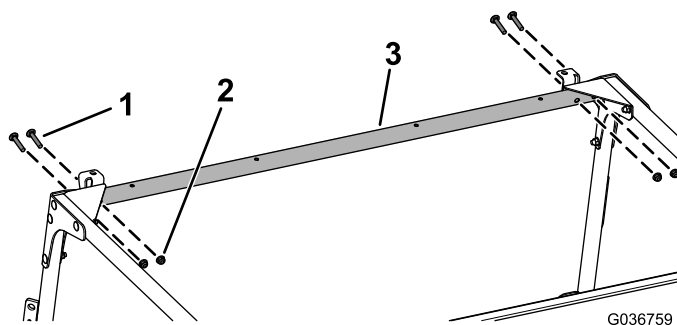

Рисунок 11
10. Установите, не затягивая, переднюю поперечину на передние пластины и угловые вставки, используя 4 каретных болта (5/16 x 1-3/4 дюйма) и 4 фланцевые гайки (5/16 дюйма), как показано на Рисунок 11.